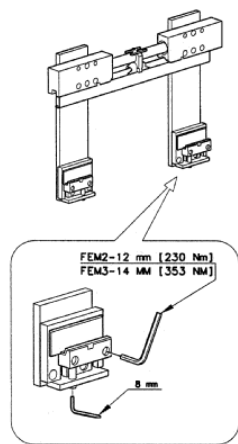

Fig.02
- b) Desserrer les vis du crochet inférieur (**Fig.02**) de façon à avoir tous les crochets complètement baissés ; puis ôter la plaquette de serrage **C**.